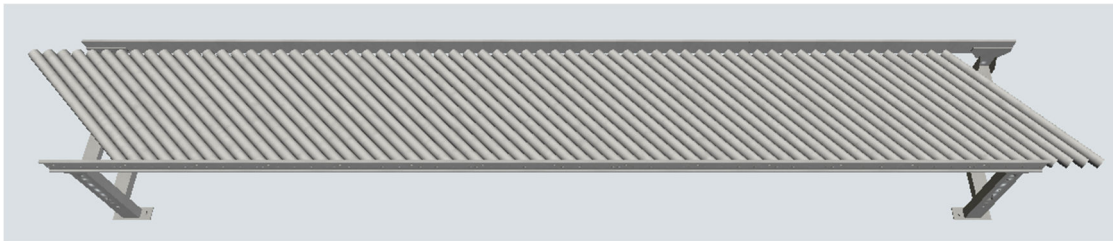

Fig. 3. Rouleaux du convoyeur inclinés à 45 degrés
6. **Roller Skew Angle** – permet de définir l'angle de rotation des rouleaux (fig. 3).